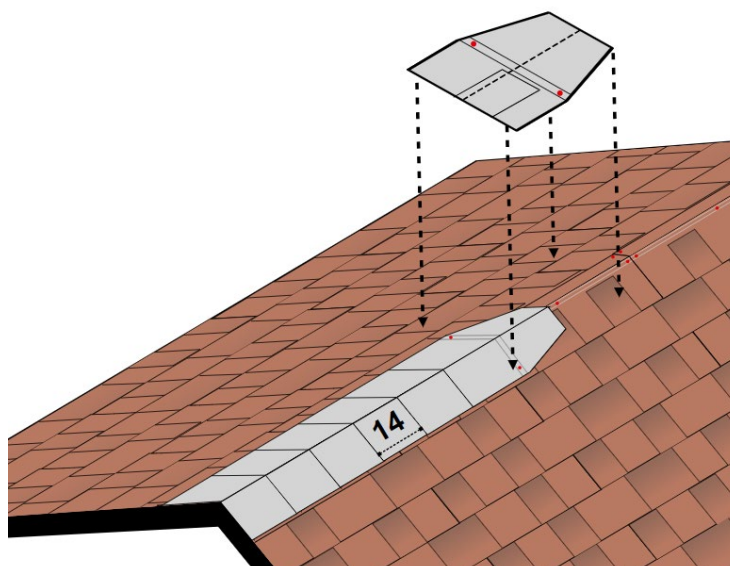

Fig. 11 - Posa elementi colmo
- Fissare il primo elemento colmo con 2 chiodi da almeno 40mm di lunghezza, un chiodo per ogni lato della falda - Fig. 11. Procedere con la posa degli altri elementi colmo in sequenza, lasciando una parte esposta di 14 cm tra un elemento colmo e quello successivo.